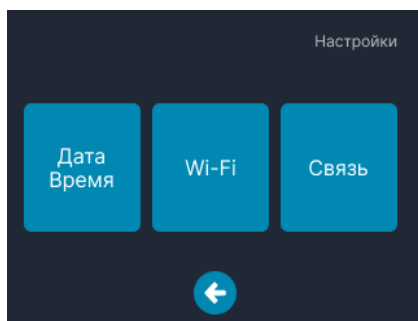

Рис. 7 – Экран «Настройки»
6.4.1 Экран «Настройки» (рис. 7) служит для настройки даты и времени, включения/выключения Wi-Fi (для сервисных целей), настройки параметров сети по RS485 (сетевой адрес скорость передачи данных).